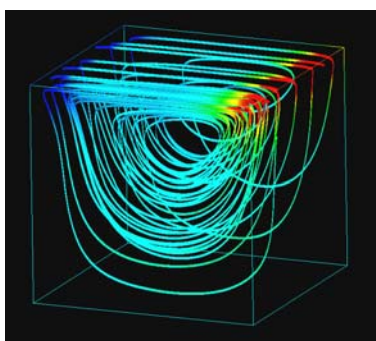

図 8: 照明つきストリームラインによる立方体内の流れ表示
様子を粒子追跡法にて表示したものである。ストリームラインは3つの表示法がある。(1) 従来の方法。(2)太さをもったストリームラインレンダリングをしたもの[9]。図 8 に例を示す。(3)ストリームラインの太さでその量を表現したもの。